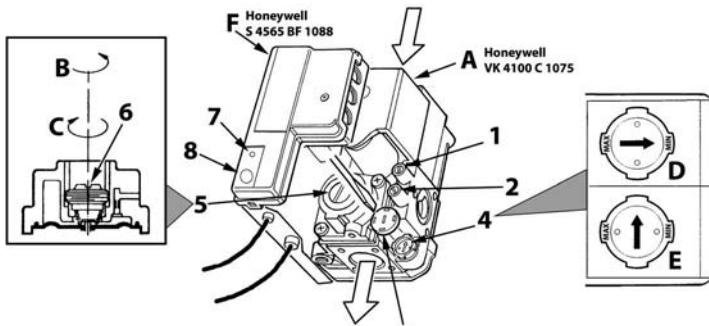

рис. 4 - Регулирование давления
Подключите манометр к штуцеру отбора давления 2 (рис. 4), расположенному после газового клапана, затем переведите ручку термостата котла (поз. 5 - рис. 1) на максимум.
Сняв защитную пробку 5 (рис. 4), регулируйте давление газа с помощью винта 6 на желаемое значение (см. таблицу технических данных и диаграммы изменения мощности, приведенных в сар. 5).
2. Снимите с газового вентиля маленький защитный колпак 3 (рис. 4). С помощью маленькой отвертки регулируйте "СТУПЕНИ" розжига на основании выбранного для работы газа (G20-G25 положение D прис. 4 или G30-G31 положение E прис. 4); установите защитный колпак на место.